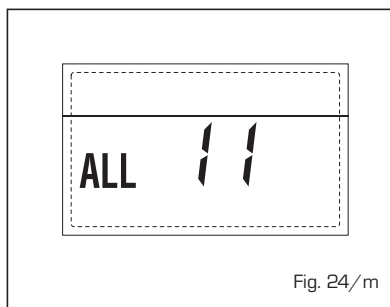

Fig. 24/m
**- ANOMALIA CONFIGURAÇÃO "ALL 12" (fig. 24/n)**